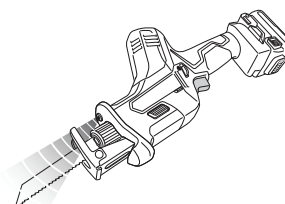

Fig. 14
**ADVARSELSSIGNALER FOR LED-LAMPE (Fig. 14)**